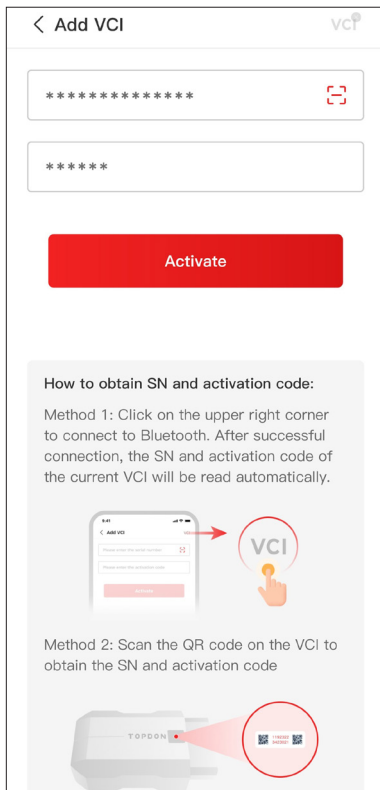

Abb. 3-7
④ Wählen Sie Ihr Gerät aus der Liste der gesuchten Bluetooth-Geräte.
⑤ Nach einer erfolgreichen Bluetooth-Verbindung werden die Seriennummer (SN) und der Aktivierungscode des VCI automatisch gelesen. Klicken Sie dann auf **Aktivieren** (siehe Abbildung 3-7).